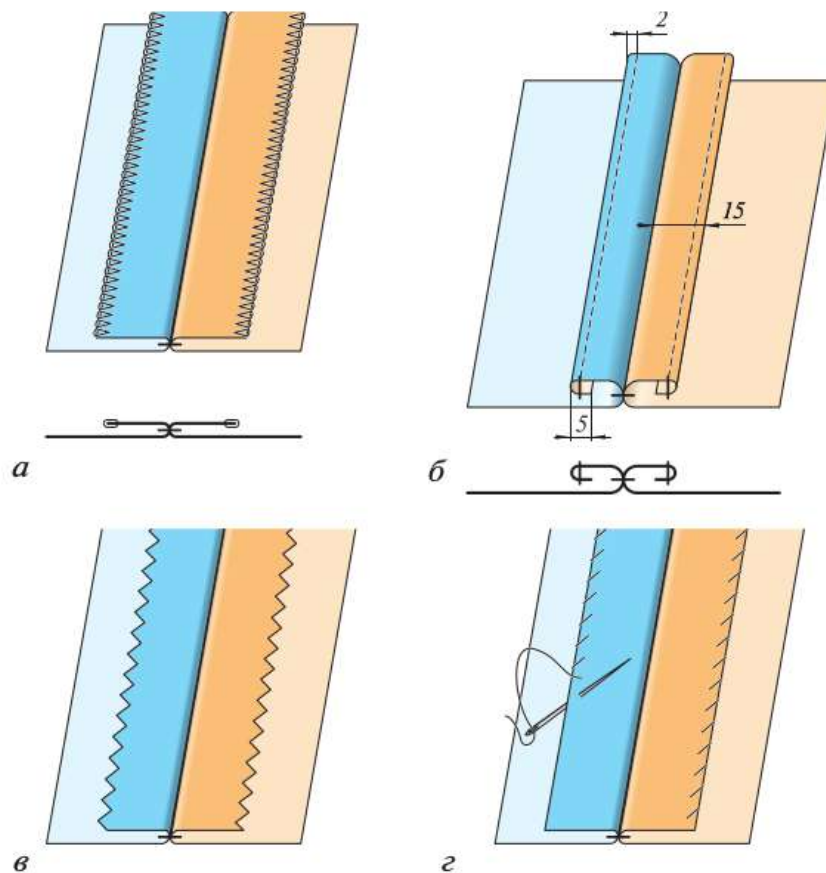

Рис. 6.77. Обработка срезов стачных швов:
- на специальной краеобмёточной машине «оверлок» или на швейной машине швом «зигзаг» (рис. 6.77, *а*);
- швом вподгибку с открытым срезом (рис. 6.77, *б*);
- ножницами «зигзаг» (рис. 6.77, *в*);
- ручными стежками (рис. 6.77, *г*).